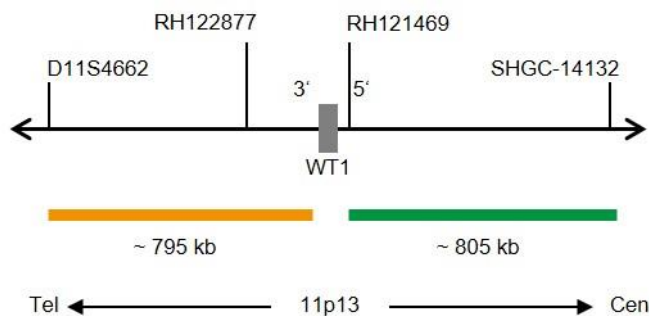

Fig. 1: SPEC WT1 Mapa da sonda (sem escala)
- Polinucleótidos (~10 ng/μl) com marcação ZyGreen (excitação 503 nm/emissão 528 nm), dirigidos ao mapeamento de sequências alvo em 11p13\* (chr11:32,492,523-33,297,615) proximais ao ponto de quebra do gene WT1 (ver Fig. 1).
- Polinucleótidos (~4.5 ng/μl) com marcação ZyOrange (excitação 547 nm/emissão 572 nm), dirigidos ao mapeamento de sequências alvo em 11p13\* (chr11:31,590,767-32,388,208) distais ao ponto de quebra do gene WT1 (ver Fig. 1).